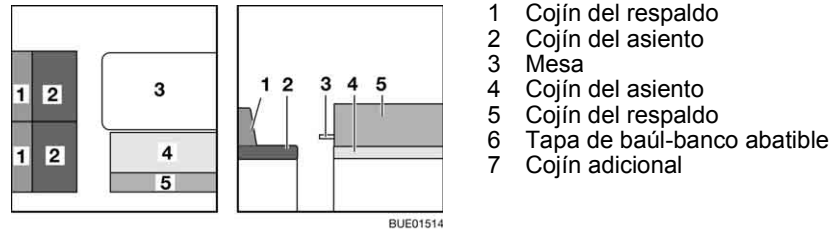

Fig. 138 Antes de la transformación
- Transformar la mesa (Fig. 138,3) en base de cama (véase apartado 6.11).
- Quitar los cojines del respaldo (Fig. 138,1 y Fig. 138,5) y los cojines del asiento (Fig. 138,2) y depositarlos a un lado.